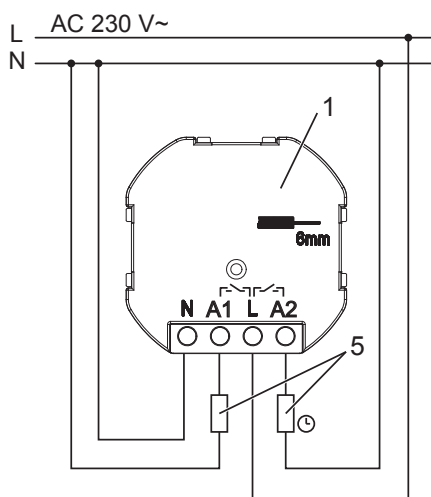

Рис. 3: Подключение
(5) Электрическая нагрузка
(6) Регулятор температуры в помещении, например, TRD .. 23028 .. или TRD .. 23048 ..
- Подключите электрическую нагрузку согласно схеме соединений (рис. 3 или 4).
- Смонтируйте вставку (1) в розетку прибора, соединительные клеммы должны быть внизу.
- Наденьте рамку (2) и насадку (3).